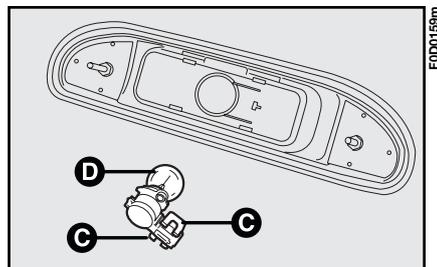

fig. 26
3) presione los dos ganchos de bloqueo **C**-fig. 26 y saque el portalámparas;